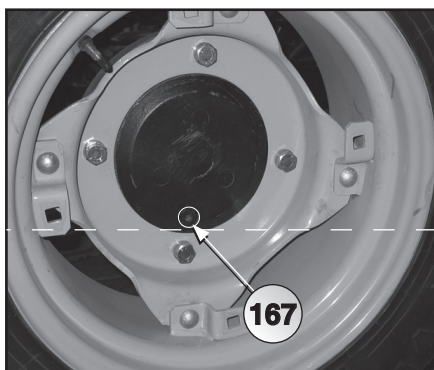
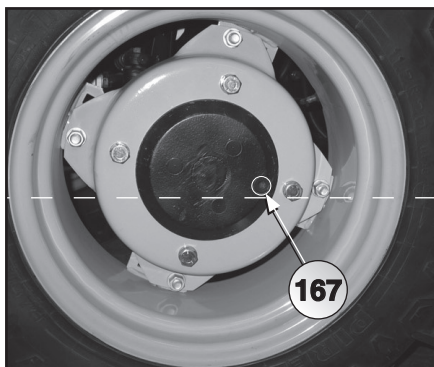

Abb. 6.31
Abb. 6.32
- Den Traktor so positionieren, dass sich der Stopfen (167 Abb. 6.31) im tiefstgelegenen Traktorbereich befindet;
- den Stopfen (167) entfernen und das Öl vollständig aus dem Untersetzungsgetriebe ablassen;
- den Traktor so positionieren, dass der Stopfen (167 Abb. 6.32) sich auf der waagerechten Mittellinie des Traktors befindet;
- Das Gehäuse mit Öl der Marke **BCS POWERLUBE W13T** (0,8 lt Traktor RS-Ausführung-MT) bis zum Stopfenrand füllen (167);
- Den Stopfen (167) wieder anbringen.